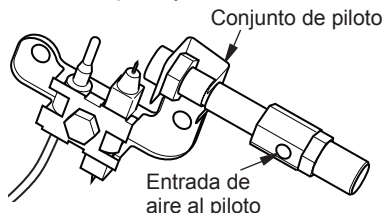

Figura 27 - Orificio de entrada de aire al piloto
4. Nunca inserte objetos en el tubo del piloto. Limpie también el conjunto del piloto. Una punta amarilla en la llama del piloto indica la presencia de polvo y suciedad en el conjunto del mismo. Hay un pequeño orificio de entrada de aire al piloto, a aproximadamente 5 cm (2") de donde sale la llama del piloto (consulte la figura 27). Con la unidad apagada, introduzca aire suavemente a través de la entrada de aire. Si no cuenta con aire comprimido, puede soplar a través de una pajilla o popote.